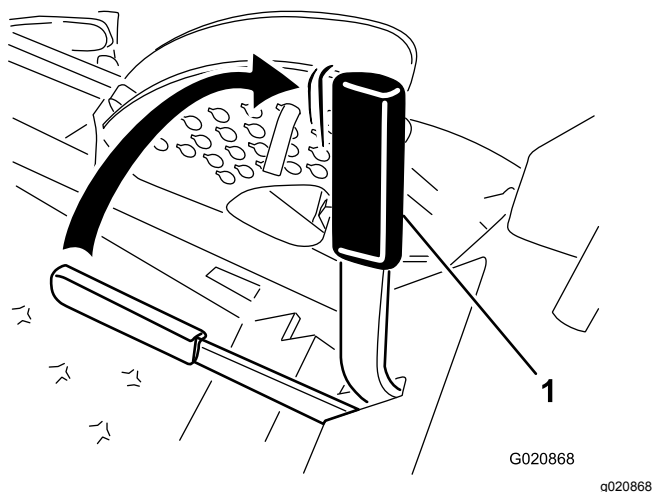

Figura 13
2. Tire de la palanca del freno de estacionamiento hacia arriba y hacia atrás para poner el freno (Figura 13).